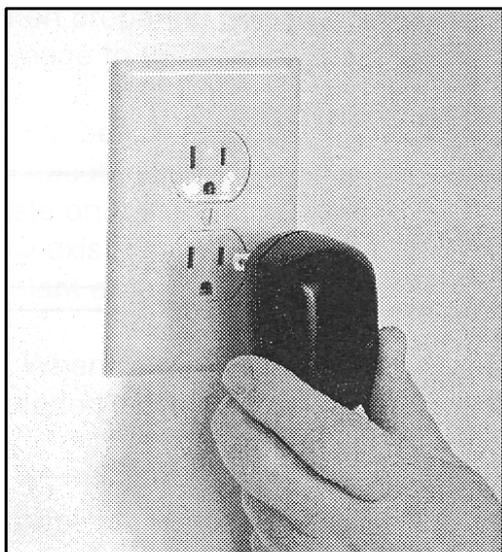

Fig. 9
- 5) Inserire il trasformatore (Fig. 9)